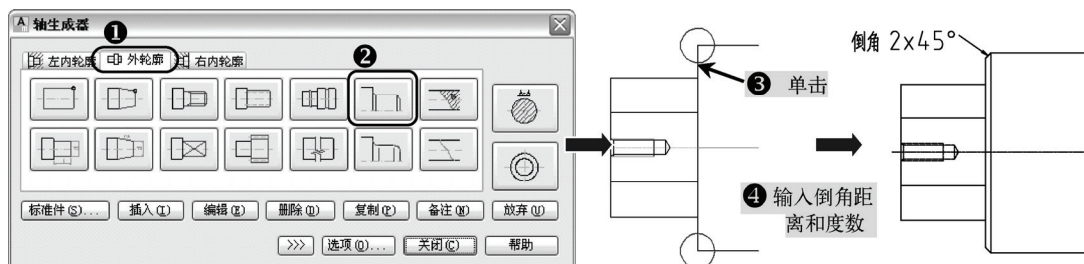

图 11-83 绘制倒角 C2
13) 在上一步返回的“轴生成器”对话框中, 在“外轮廓”选项卡中选择“倒角”工具按钮, 单击选择“Φ70 × 40”轴的左端, 输入倒角长度“2”, 输入倒角度数“45”, 返回到“轴生成器”对话框, 如图 11-83 所示。